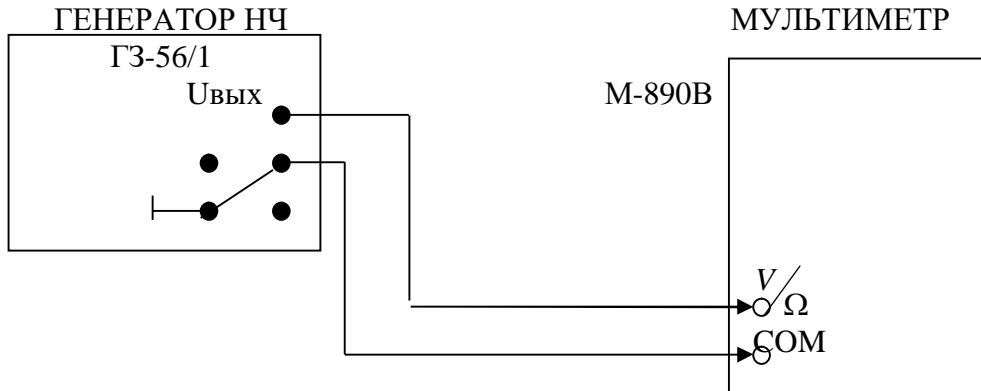

Рис. 3. Схема измерения напряжения на выходе генератора.
3.4.1. Собрать схему измерений, предоставленную на рис. 3.
2. Схемы измерений (Рис.2., Рис.3.).